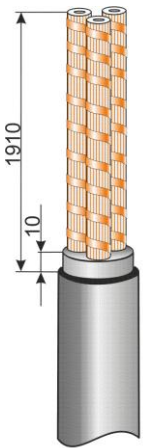

Рис.2
2. Удалить оболочку кабеля с конца до кольцевого надреза. Для облегчения снятия оболочки ее необходимо подогреть пламенем горелки до температуры 50...70°C. Удалить межфазный наполнитель, оставив выступ 10мм (Рис.2).